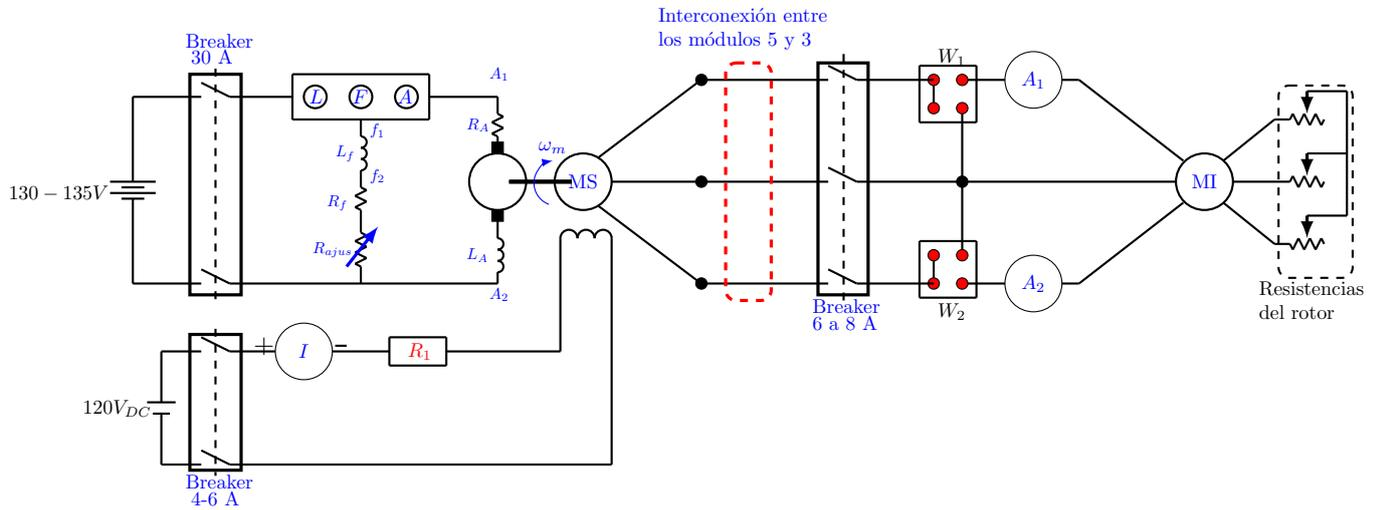

Figura 25: Circuito para realizar la prueba a rotor bloqueado.
1. Realice el montaje del circuito de la figura 25.